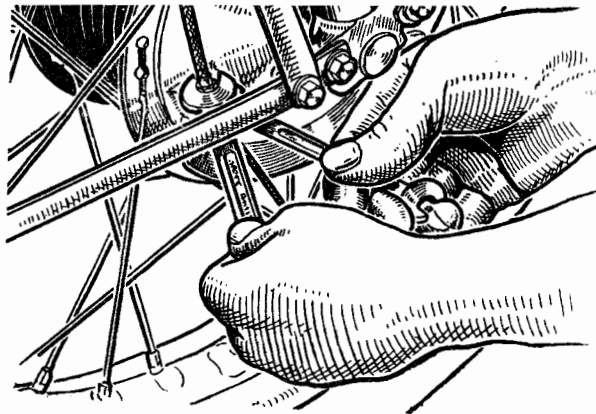
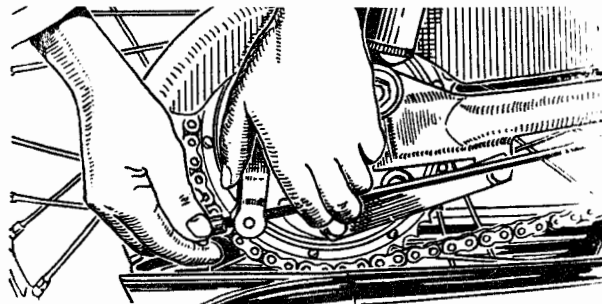

Fig. 17
Fig. 18
e) **FREINS.** — Le réglage des freins doit être tel que le freinage soit suffisant, tout en veillant à ce que les commandes n'exercent aucune action en position de repos. Le réglage du frein avant s'effectue par la vis se trouvant sur le flasque du tambour (Fig. 17). Pour le frein arrière, on agira sur l'écrou se trouvant à l'extrémité de la tringle de commande du frein. (Fig. 18.)